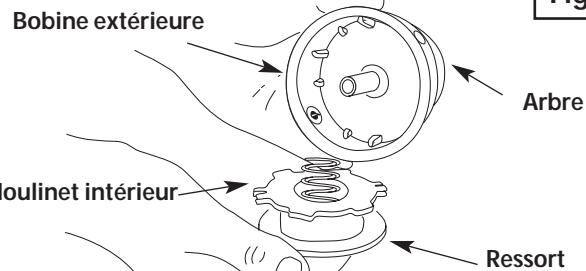

Fig. 11
2. Retirez le moulinet intérieur de la bobine extérieure (Fig. 11).
3. Retirez le ressort du moulinet (Fig. 11).
2. Retirez le vieux moulinet intérieur de la bobine extérieure (Fig. 11).